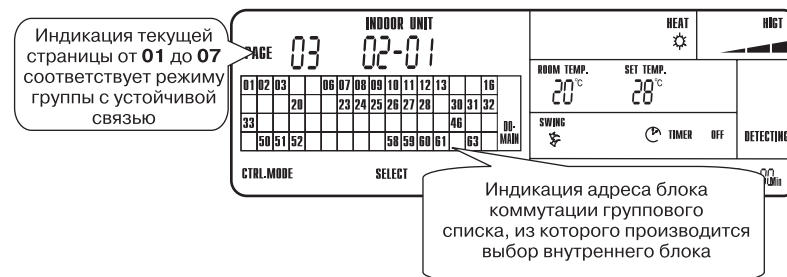

Рис. 5.7
- б) Установите значение текущей страницы «PAGE» от 01 до 07 (см. Рис. 5.7)